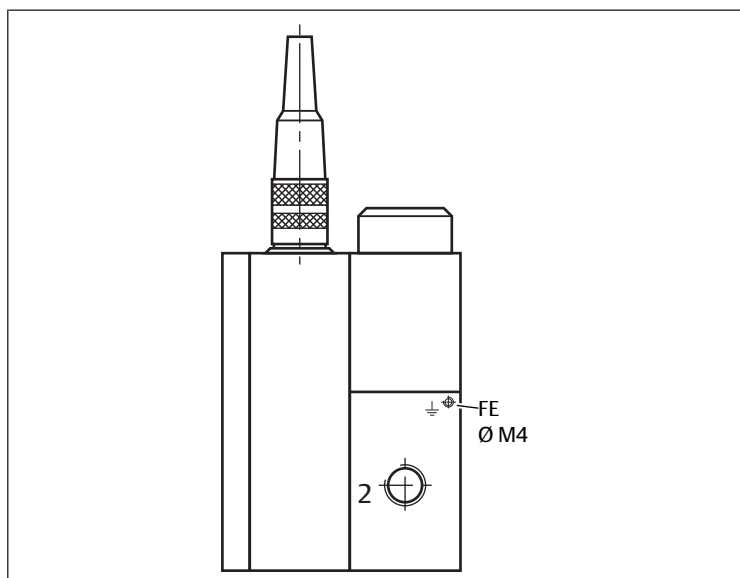

Fig. 2: Mettere a terra il corpo valvola
2. Collegare il corpo valvola per mezzo del terminale di messa a terra FE (Ø M4) a bassa impedenza alla messa a terra funzionale (FE). Vedi → Fig. 2.